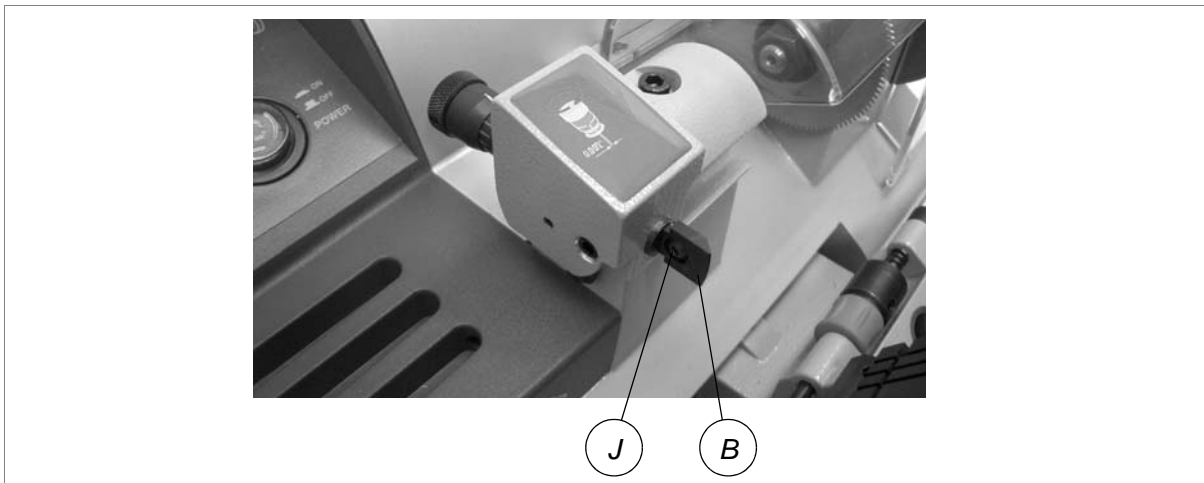

Fig. 22
- 2) Destornillar del todo el tornillo (J) y sacar el palpador (B) (fig.22).
- 3) Colocar el nuevo palpador fijándolo con el tornillo (J).